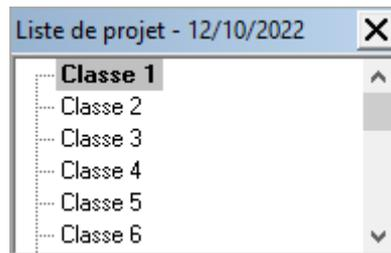

Figure 52 : liste de projet
Dans la Figure 52, il y a un groupe (Classe 1), contenant un élément (1), c'est à dire l'élément avec comme nom 'premier exemple'. C'est élément a été traité à la date indiquée.